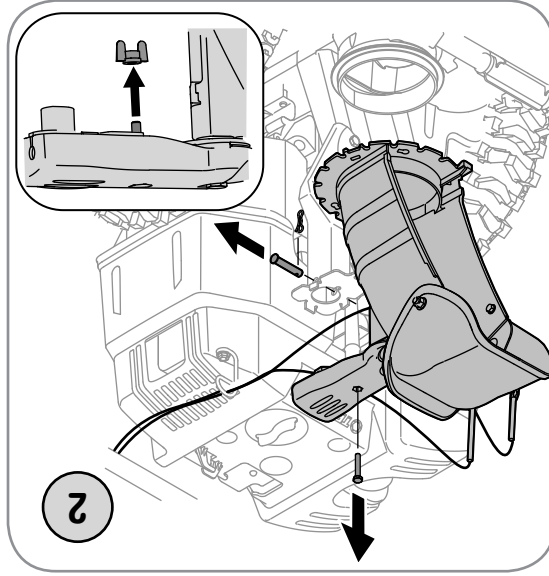

Figure 2
2. Retirez l'écran à oreilles et la vis hex. qui se trouvent sur la commande de la goupille ainsi que la goupille fendue et l'axe de chape sur le support de la goupille. Voir la Figure 2. Positionnez la goupille (tournée vers l'avant) sur sa base.